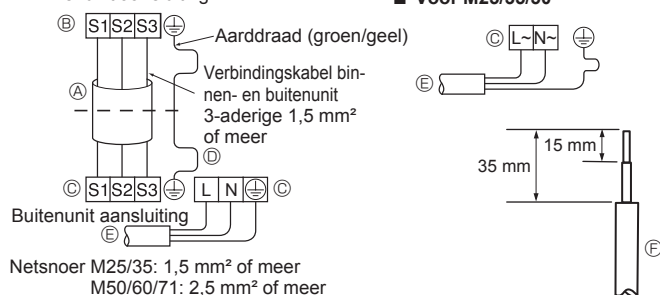
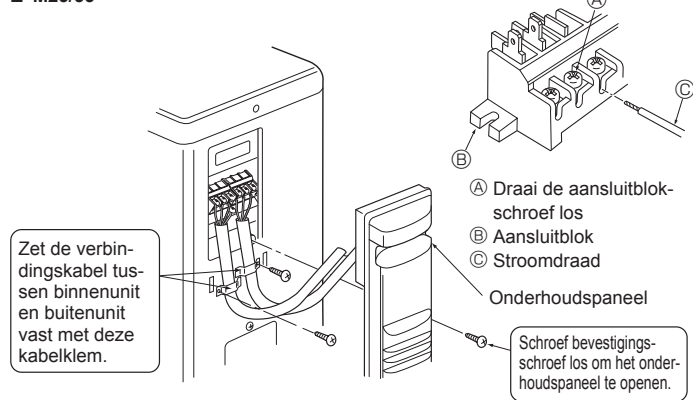
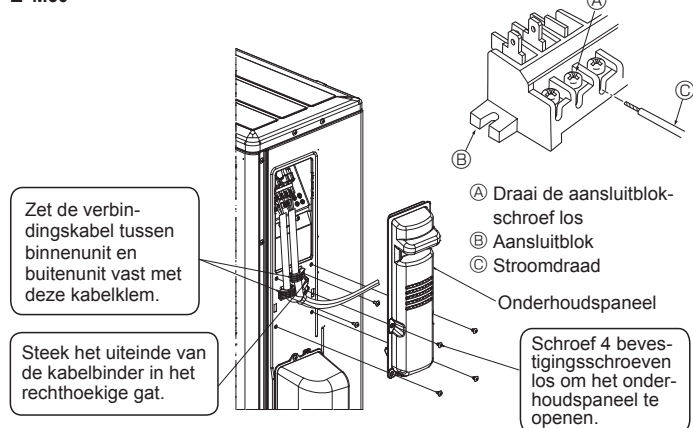
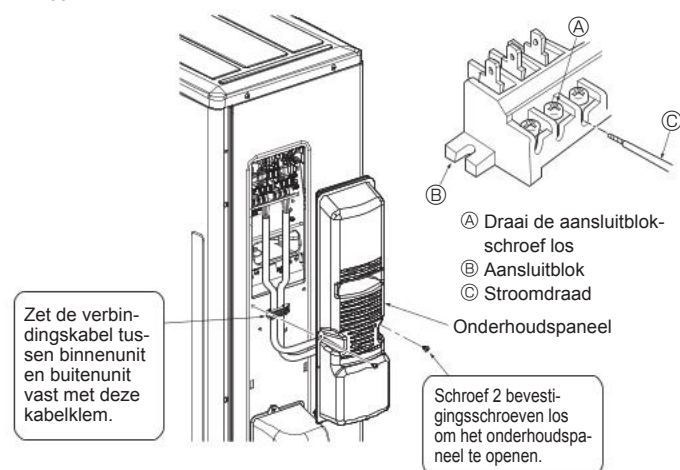

Fig. 6-2
Fig. 6-3
Fig. 6-4
Fig. 6-5
6.1. Buitenunit (Fig. 6-1, Fig. 6-2, Fig. 6-3, Fig. 6-4, Fig. 6-5)
- ① Verwijder het onderhoudspaneel.
- ② Sluit de kabels aan volgens Fig. 6-1, Fig. 6-2, Fig. 6-3, Fig. 6-4 en Fig. 6-5.
- Leg de bedrading aan zoals aangegeven in het diagram links onderaan. (Schaf de kabel ter plaatse aan) (Fig. 6-2)